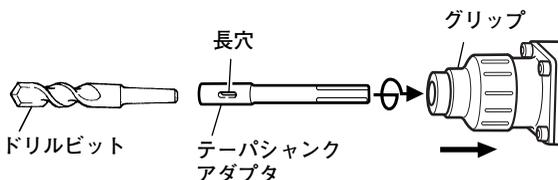
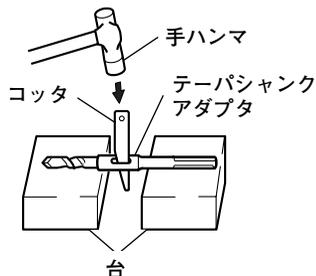

図 14
図 15
- (1) テーパシャンクアダプタを本機に取付けます。(図 14)
- (2) テーパシャンクアダプタにドリルビット(テーパシャンク)を取付けます。(図 14)
- (3) スイッチを入れ、所定の深さに穴をあけます。
- (4) テーパシャンク付ドリルの取りはずしは、テーパシャンクアダプタの長穴部分にコッタを入れ、下に台を置いてコッタの頭を手ハンマでたたいてはずします。(図 15)